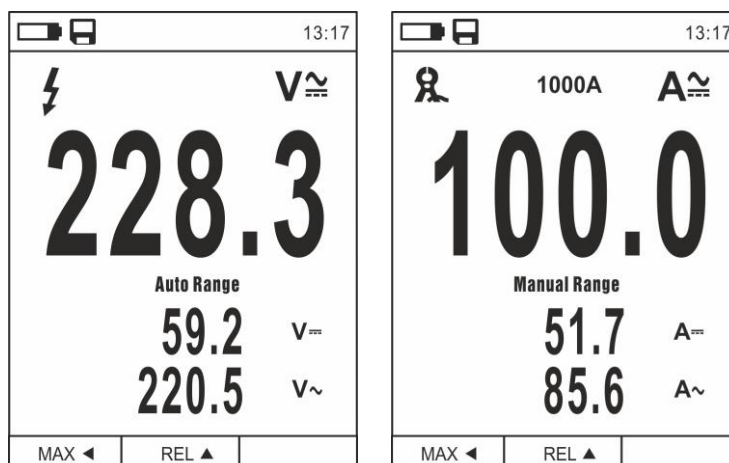

Abb. 6: Beschreibung der Messung von AC+DC Spannung und Strom
2. Drücken Sie die Taste **MODE** und wählen Sie " V_{AC} ", " A_{AC} ", " mA_{AC} " oder " μA_{AC} " aus (siehe Abb. 6).